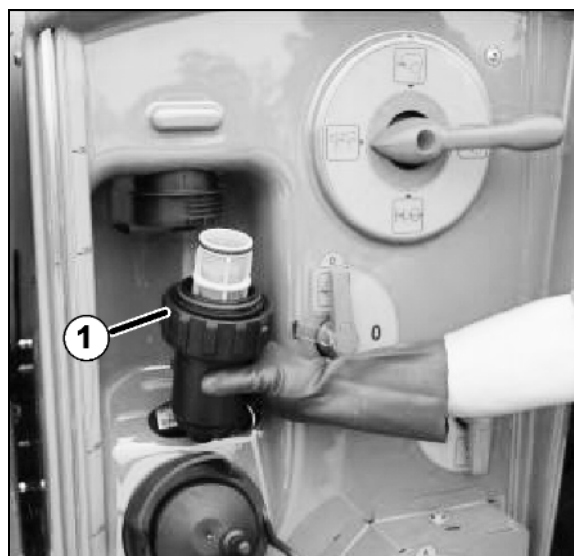

Fig. 136
2. Retirar o filtro de pressão (Fig. 136/1) e limpá-lo com água.